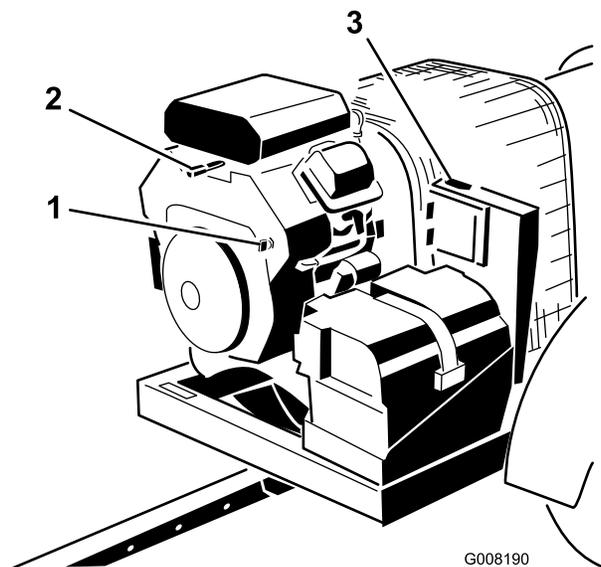

Figura 13
3. Girate la chiave di accensione sulla posizione "START" e rilasciatela rapidamente nella posizione "ON". In tal modo viene risvegliato il ricevitore (Figura 13).
4. Se lasciate la macchina, girate la chiave in posizione OFF e toglietela dal motore (Figura 13).